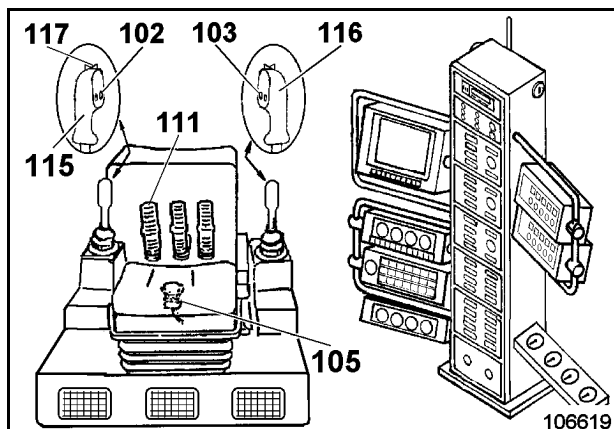

Fig. 2-116:
- Elevar el pescante - mover la palanca de mando (116, Fig. 2-116:) hacia atrás.
- Descender el pescante - mover la palanca de mando (116) hacia adelante.
- Descender el pescante con presión - apretar la tecla (103) y mover la palanca de mando (116) hacia adelante.